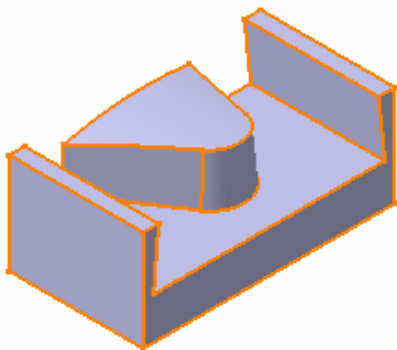

图 5-73 定义目标加工零件（2）
4) 定义目标加工零件（2）。单击 Design part for simulation 按钮 ，系统自动隐藏“Part Operation”对话框，在图形区选择打开的实体模型作为目标加工零件，如图 5-73 所示，然后双击空白处返回“Part Operation”对话框。